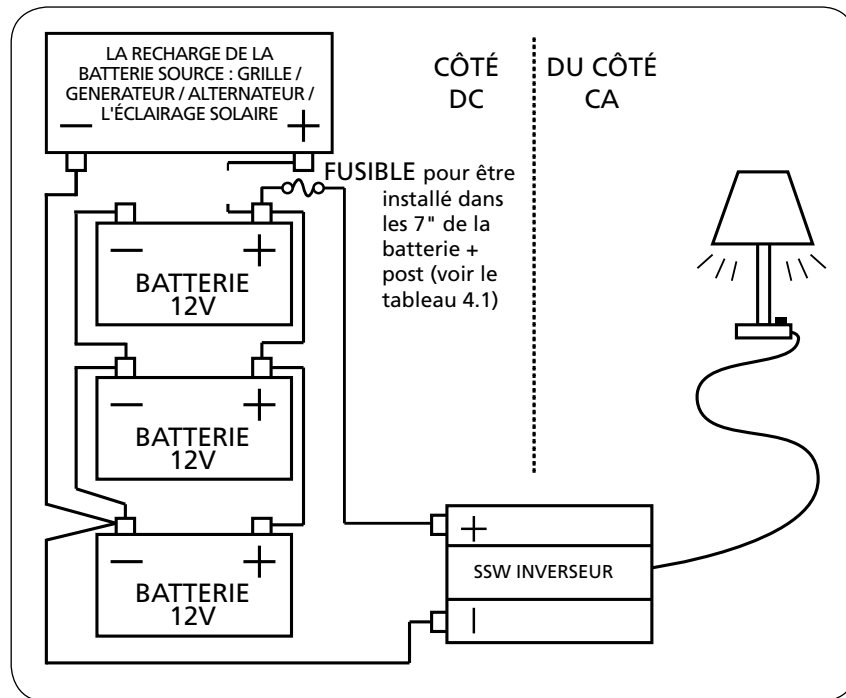

Fig. 4.2 Connexion à une source de la batterie 12V
Pour le fonctionnement normal du convertisseur, la source d'alimentation CC doit fournir $>11.0 \pm 0.3V$ et $< 15.3 \pm 0.3V$ et la quantité nécessaire de courant. Cette source d'alimentation doit être une source de courant CC régulière ou un alternateur et une batterie à décharge complète telle que l'on trouve dans les véhicules et les embarcations. La source d'alimentation CC peut également consister de deux batteries de 12 volts ou plus montées en parallèle. Pour les appareils plus importants, la source peut consister de plusieurs batteries reliées en parallèle telles que montrées dans Fig. 4.2.
Il est obligatoire d'installer la taille appropriée des Fusible CC externe comme à proximité de la borne positive de la batterie que possible, de préférence dans un délai de 7 pouces pour protéger contre le risque d'incendie dû à un court-circuit sur le câble de batterie exécuter (voir Fig 4.2). Une batterie est une source de courant qui peut illimité offre des milliers d'ampères de courant en cas de court-circuit. Si un court-circuit survient dans le parcours de câble à un point entre la batterie et le convertisseur, la section du câble allant de la batterie au point de court-circuit seront nourris avec des milliers d'ampères de courant, la section du câble surchauffera / fondre et est susceptible de provoquer un incendie. Il est donc recommandé que le fusible / fusible Assemblée devrait avoir ampère interrompre (AIC) de capacité d'au moins 10 000 A. Classe-T le fusible / porte-fusible fabriqués par différents fabricants ou Marine fusible batterie nominale (MRBF) faite par Eaton Bussmann et distribué par Samlex Amérique / Systèmes de Mer Bleue peut être considérée.
5. Installer un porte-fusible à proximité de la borne positive (+) de la batterie (ou autre source CC), de préférence dans un délai de 7" du terminal (voir Fig. 4.2). Lorsque Marine fusible batterie nominale (MRBF) et le bloc de fusibles associé a recommandé à la colonne 5 du tableau 4.1 sont utilisés, le fusible sera installé sur le dessus de la borne positive de la batterie/goujon.